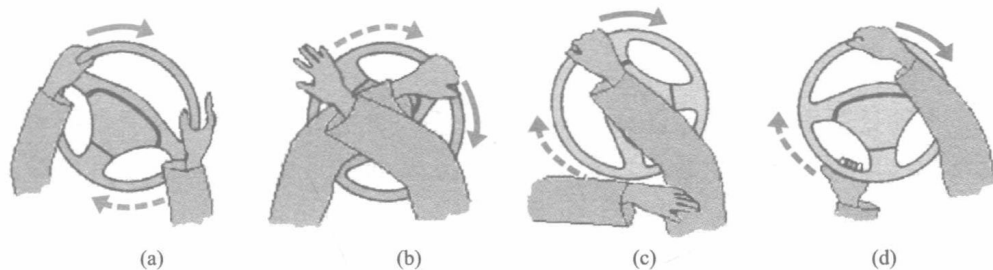

图1-6 连续向右转动转向盘
6) 连续向右转动转向盘。如图1-6所示, 连续向右转动转向盘与上述方法类似。